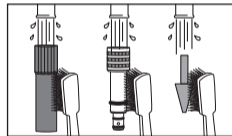

Fig. 34
- ① Nettoyez toute la surface externe de la pièce à main avec une brosse à dents à poils doux pendant au moins 15 secondes. (Fig. 34).